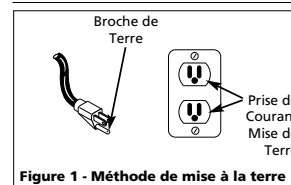

Figure 1 - Méthode de mise à la terre
1. Ce produit est conçu pour l'utilisation d'un circuit de 120 volts et a une fiche de mise à la terre comme celle indiquée sur la Fig. 1. Assurer que le modèle est branché à une prise de courant qui a la même configuration que la fiche. Ce produit doit être mis à la terre. Dans l'événement d'un court-circuit, la mise à la terre diminue le risque de secousse électrique en fournissant un fil d'échappement pour le courant électrique. Ce produit est équipé avec un cordon qui a un fil de terre avec une fiche de terre. La fiche doit être branchée dans une prise de courant qui a été installée et mise à la terre correctement en respectant tous les codes et règlements locaux.